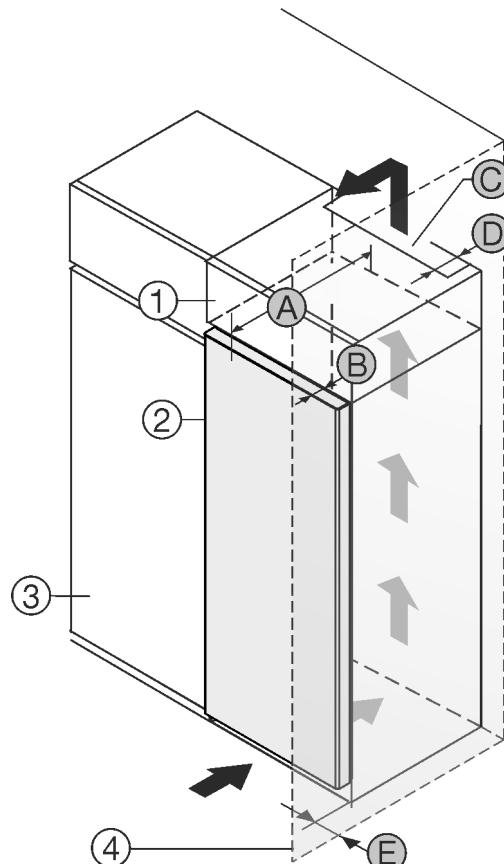

Fig. 1
您可以将冰箱直接放置在餐具柜 Fig. 1 (3) 旁边。*
在附加柜背面必须有一个竖风道，其深度 Fig. 1 (D) 应超过整个附加柜宽度。*
盖板下必须保有通风横截面 Fig. 1 (C)。*
如果将带铰链的冰箱放置在墙壁 Fig. 1 (4) 边，冰箱和墙壁必须至少相距 13 mm。*
为了能完全打开门，冰箱必须凸出橱柜正面一定门深度 Fig. 1 (B)。根据餐具柜 Fig. 1 (3) 的深度，使用壁距调整垫片可以使冰箱更为凸出。*